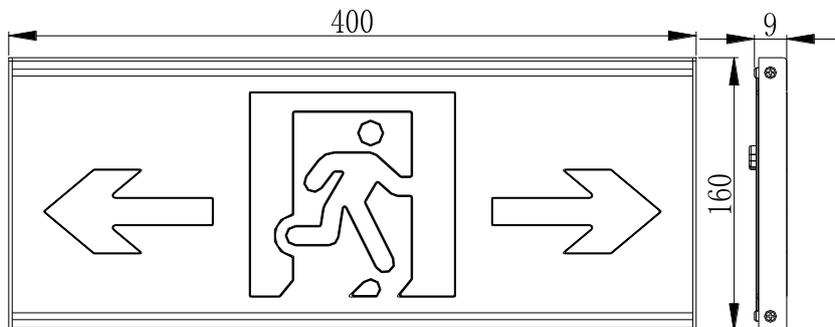

图 5-4-2 N400 壁挂双向标志灯外形示意图
- 1.2. 壁挂标志灯：所有单面标志灯，外形尺寸、安装尺寸一致。外形示意图如图 5-4-2 所示，以双向为例。